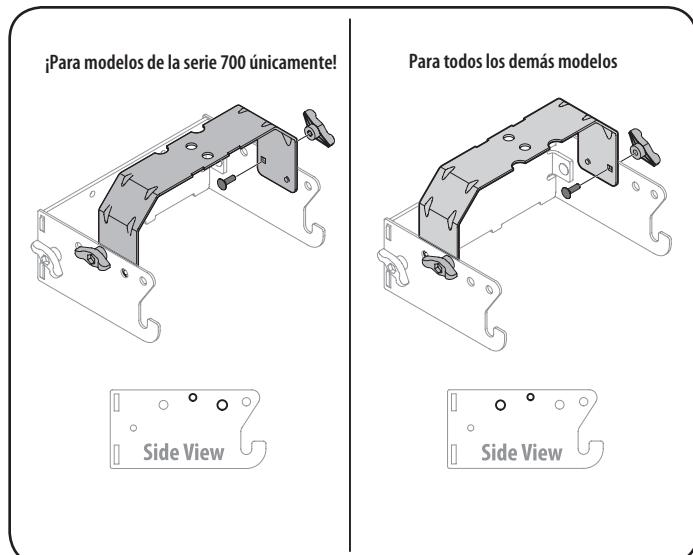

Figura 7
2. Dé vuelta el conjunto y Monte la ménsula de soporte de enganche al conjunto de montaje como se muestra en la Figura 7.
Nota: Los orificios más próximos a los ganchos de montaje se utilizarán para todas las máquinas del modelo de la serie 700, en tanto que los dos orificios más cercanos al montaje cruzado son para todos los demás modelos. Habrá que dar vuelta la ménsula de soporte de enganche para permitir el alineamiento de los orificios pertinentes según el modelo de máquina en la que se instale esta embolsadora. Consulte la Figura 7.